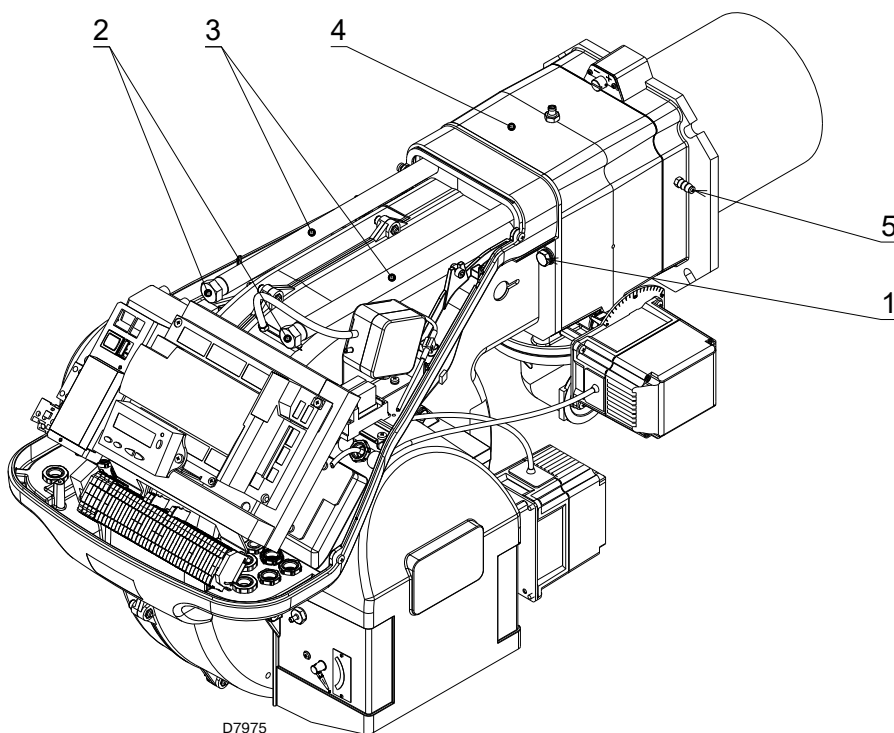

Рис. 20
- вставить кабель зонда и кабель электрода и подвинуть горелку до муфты, положение горелки указано на Рис. 20;